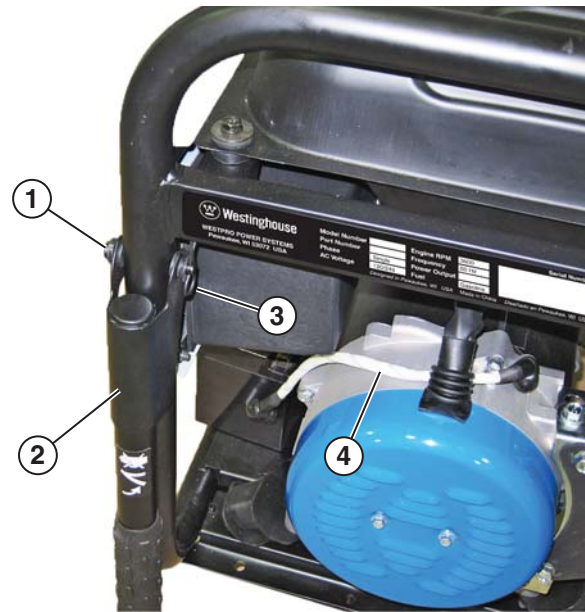

Figura 7 – Colocación de las manijas
6. Coloque las manijas usando el pasador de horquilla y la chaveta de horquilla como se indica en la Figura 7.